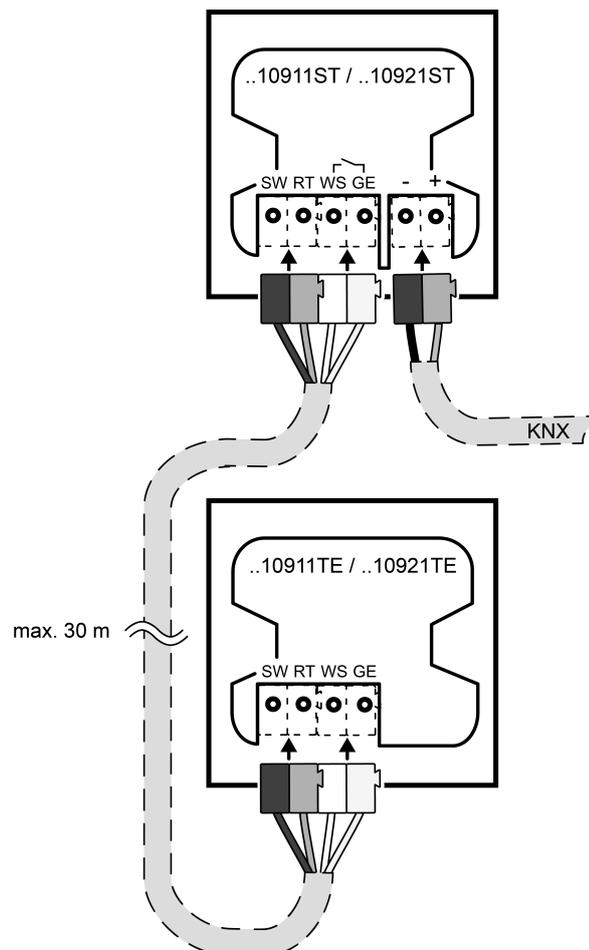

Imagen 4: Conexión de una ampliación de pulsador
- Opcional: conectar (véase Accesorios) al empalme de unión (Imagen 4).
Conectar (Imagen 4)